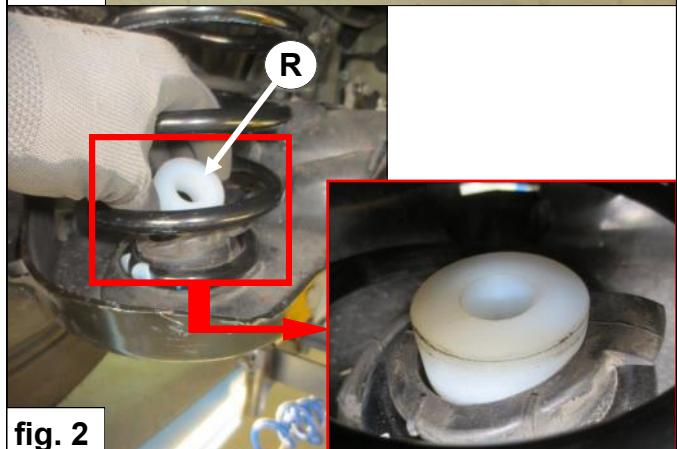

fig. 2
- Plaats afstandsbus **R** in het onderste veerrubber. Zorg dat deze goed centreert. *Zie fig. 2.*
- Insert spacer **R** into the lower spring rubber. Make sure it centres correctly. *See fig. 2.*
- Stellen Sie Scheibe **R** in die untere Federgummi. Stellen Sie sicher dass diese richtig zentriert. *Siehe Fig. 2.*
2. Placez entretoise **R** dans le caoutchouc de ressort inférieur. Assurez-vous qu'il soit centré. Voir fig. 2.
2. Placera distans **R** i den nedre fjäder gummi. Se till att den är centerad. Se fig. 2.
2. Coloque espaciador **R** en el caucho de resorte inferior. Asegúrese de que esté centrado. Véase fig. 2.